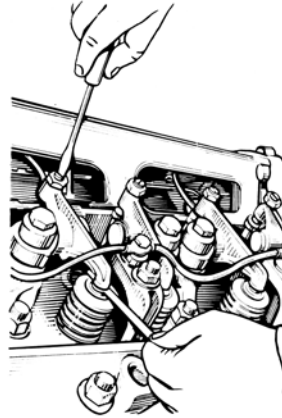

Рис. 62. Регулировка зазора клапанного механизма
- 6 Для регулировки зазоров отвернуть гайку регулировочного винта, вставить в зазор щуп и, вращая винт отверткой (рис. 62), установить зазор $0,25 \dots 0,30$ мм. Придерживая винт отверткой, затянуть гайку и проверить величину зазора. При правильно отрегулированном зазоре щуп толщиной $0,25$ мм должен входить при легком нажиме, толщиной $0,30$ мм – с усилием.